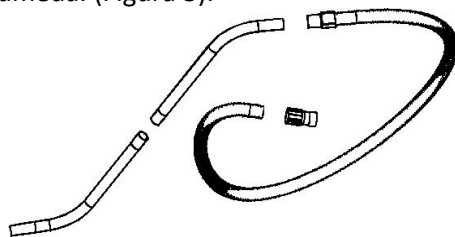

Figura 3
3. Puneți capătul furtunului cu conectorul scurt în conectorul pătrat și introduceți comutatorul conectorului pătrat în canelura conectorului scurt. Celălalt capăt al furtunului trebuie atașat cu diferite fittinguri în funcție de lucrările de curățare, cum ar fi ansamblul duzei pentru podea uscată, ansamblul duzei pentru podea umedă. (Figura 3).